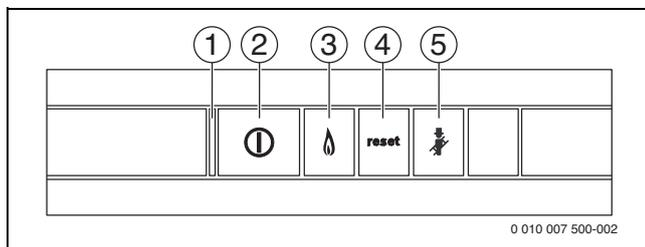

Bild 195 Bedientasten
- ▶ Gerät am Ein/Aus-Schalter (→ Bild 195) einschalten.